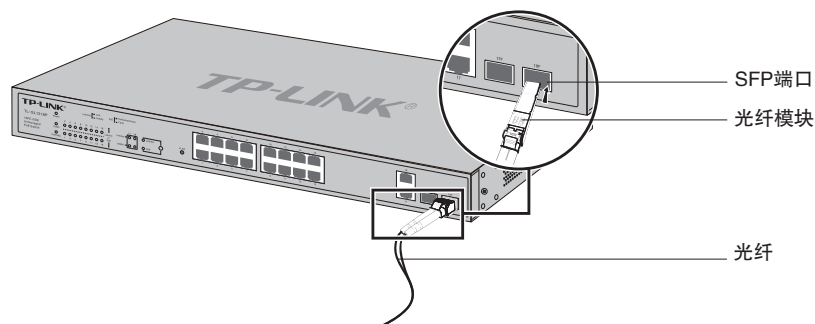

图3-2 SFP端口连接示意图
1. 从侧面抓住光纤模块，将其沿交换机SFP端口插槽平滑插入，直至光纤模块与交换机紧密接触为止，如**图3-2**所示；